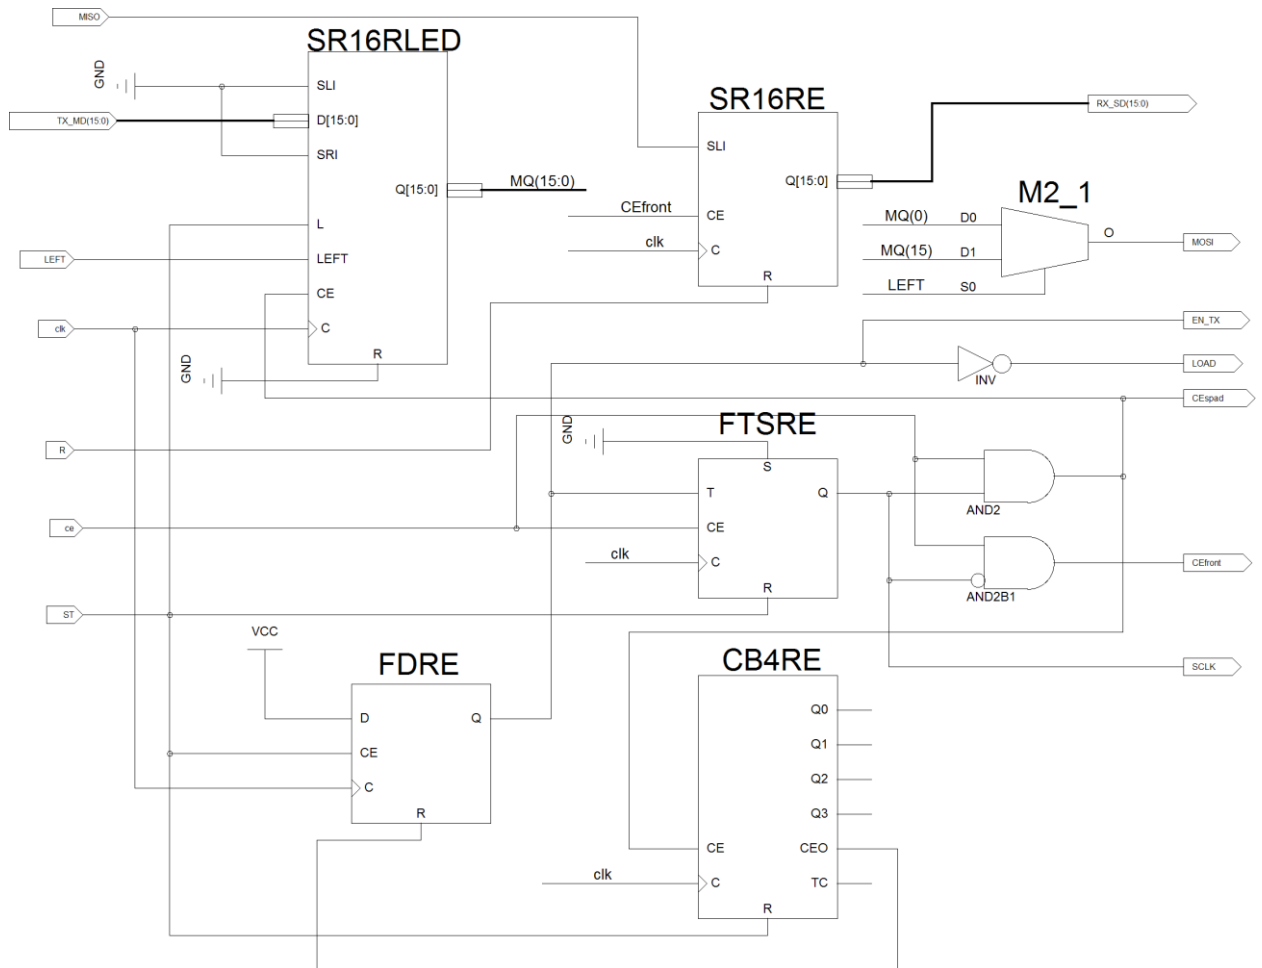

Рис.5 Пример схемы 16-и битного модуля MASTER SPI составленной из библиотечных компонент ПЛИС
1.1 Для заданного числа разрядов (Таблица 1) из библиотечных компонент начертить в тетради схему модуля MASTER (рис.5) SPI интерфейса.